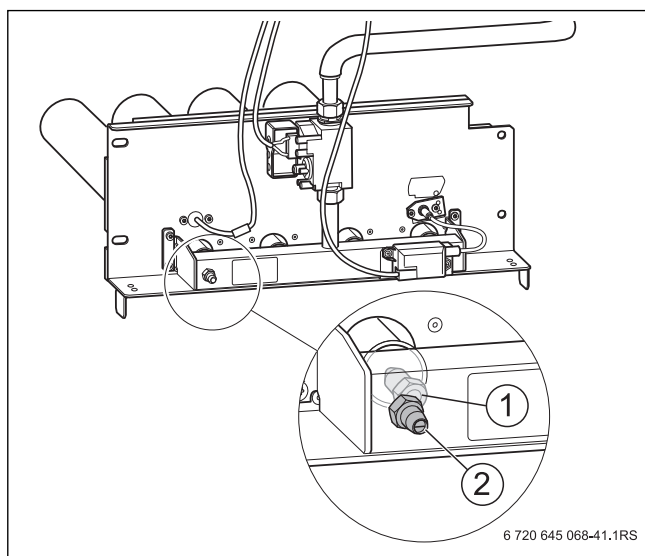

Рис. 54 Замена форсунок основного газа
- ▶ Замените форсунки основного газа (→ рис. 54 [1], стр. 45) на форсунки для нового вида газа. При этом нужно установить новые уплотнения.